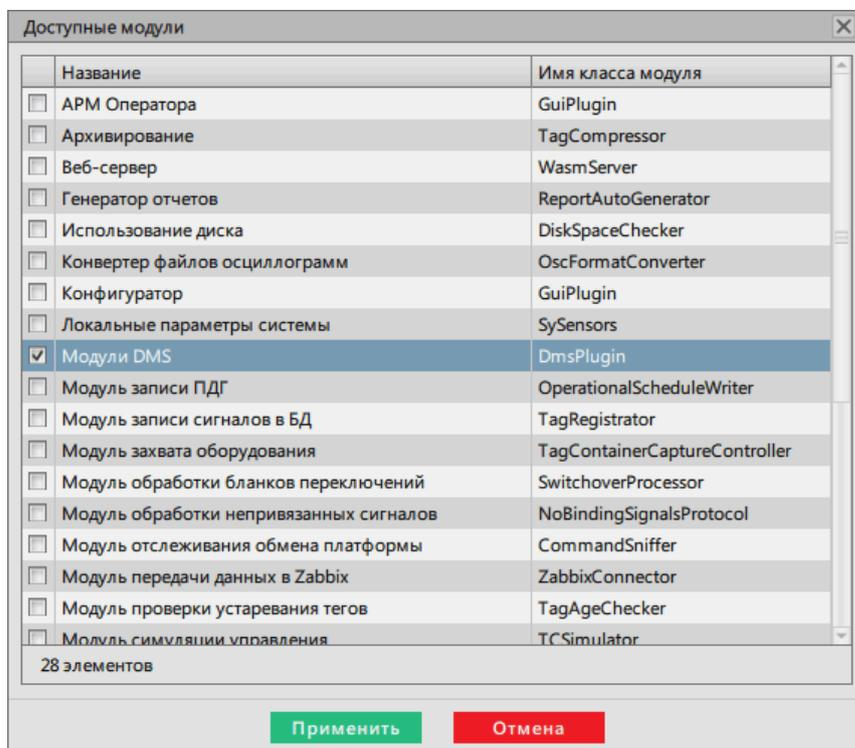

Рисунок 342 - Добавление модуля «Модули DMS»
8. Добавьте модуль **Модули DMS** в сервисный узел(ы) (*Redkit\_System\_Service* или *Redkit\_Master* и *Redkit\_Slave*, в зависимости от типа конфигурации) (Рисунок 342).